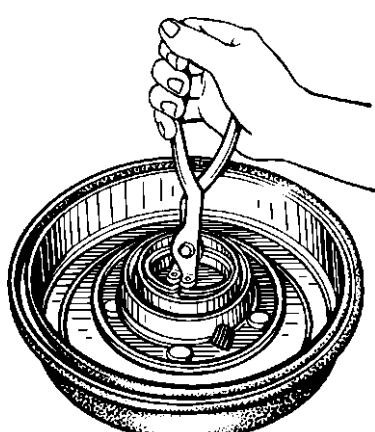

Рис. 11.7. Снятие упорного кольца подшипника ступицы колеса
- Снимите упорное кольцо внутреннего подшипника с помощью щипцов (рис. 11.7).